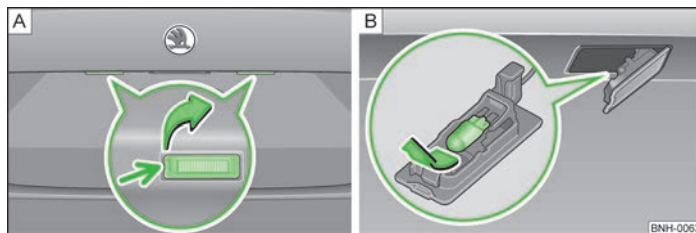

Fig. 132 Desmontar la luz de la matrícula/cambiar la bombilla
- Introducir un destornillador de cabeza ranurada por el punto indicado por una flecha » fig. 132 - [A], presionar ligeramente y desbloquear el resorte.
- Extraer la bombilla estropeada del soporte en el sentido de la flecha » fig. 132 - [B].